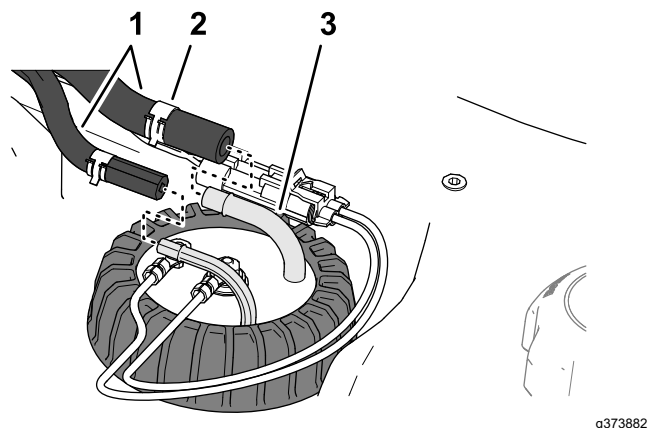

Figura 128
5. Montați furtunul pe fittingurile transmițătorului pentru combustibil și fixați furtunurile de fittinguri cu ajutorul clemelor (Figura 128).